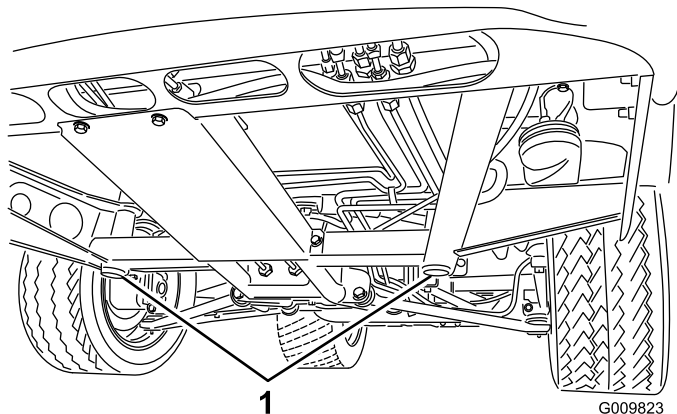
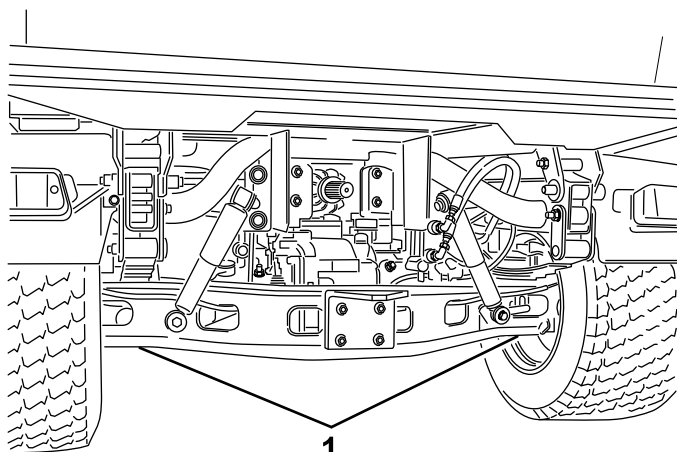

図 45
図 46
- 車両前部のジャッキアップポイントは、前中央フレームサポート下側です 図 45。車体後部のジャッキアップポイントはアクスルチューブの下側です 図 46。